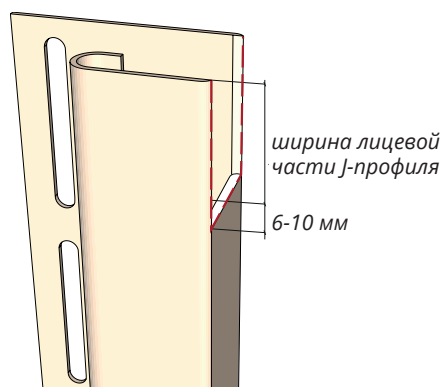
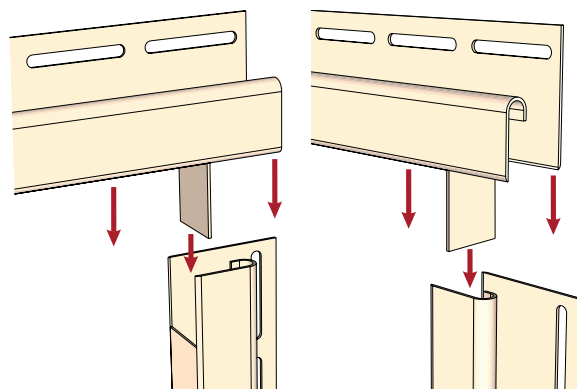

Рисунок 48
Рисунок 49
- 14.5** J-профиль 7/8, монтируемый в нижней части соединения, необходимо подрезать согласно рис. 48. Смонтируйте J-профили согласно рис. 49, соблюдая общие правила монтажа.